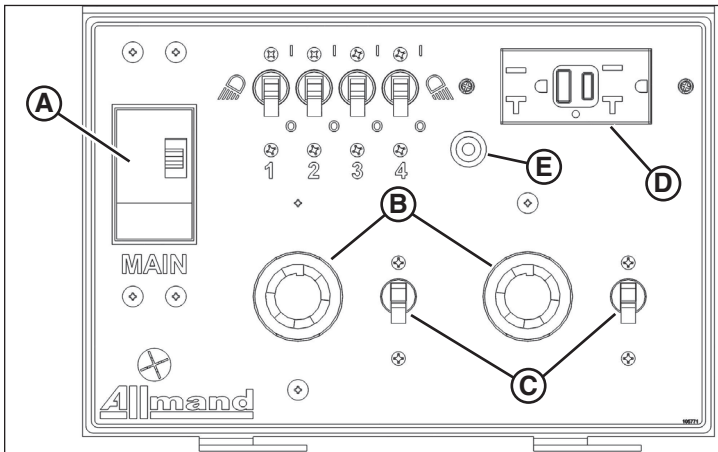

Figura 32
- Dos tomacorrientes de cierre por torsión (B, Figura 32), cada uno protegido por un disyuntor de 30 A (C), y un tomacorriente GFCI (D), protegido por un disyuntor de 20 A (E), O